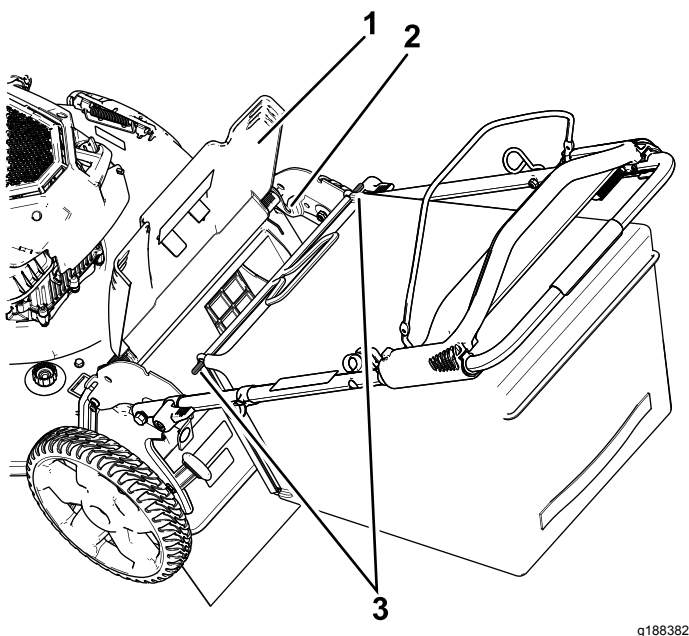

Figura 17
1. Faça subir e mantenha elevado o defletor traseiro (Figura 17).
2. Coloque o saco da relva. Garanta que os pinos no saco encaixam nos entalhes na pega (Figura 17).